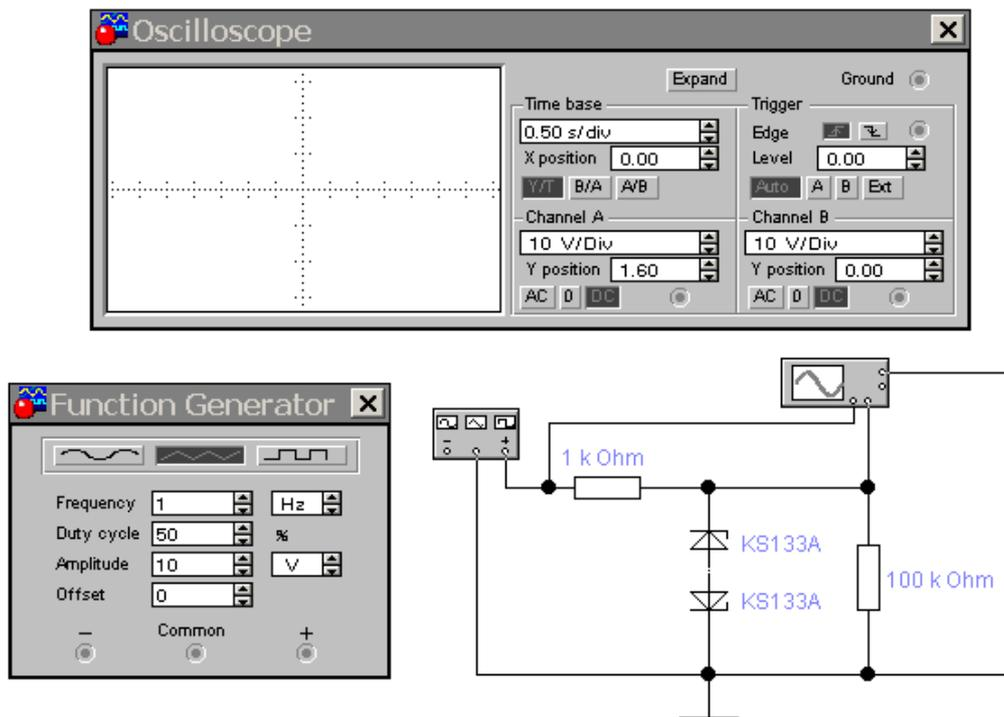

Рисунок 11.11 – Схема двухстороннего ограничителя напряжения на основе стабилитронов
11.2.8 Открыть файл O4.ewb со схемой, приведенной на рис. 11.11.